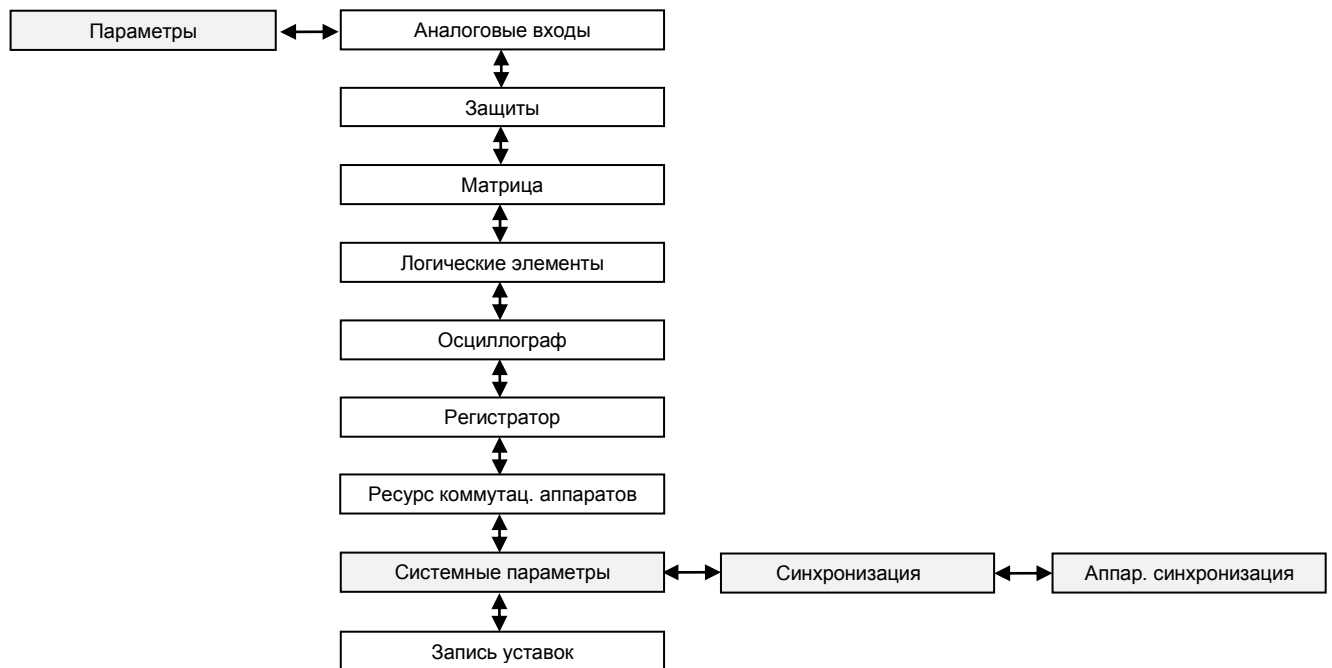

Рисунок 26 – Структура меню **Системные параметры**
3.2.1.3 Выбрать пункт меню **Параметры** -> **Системные параметры** -> **Синхронизация** -> **Аппар. синхронизация** (см. рисунок 26).